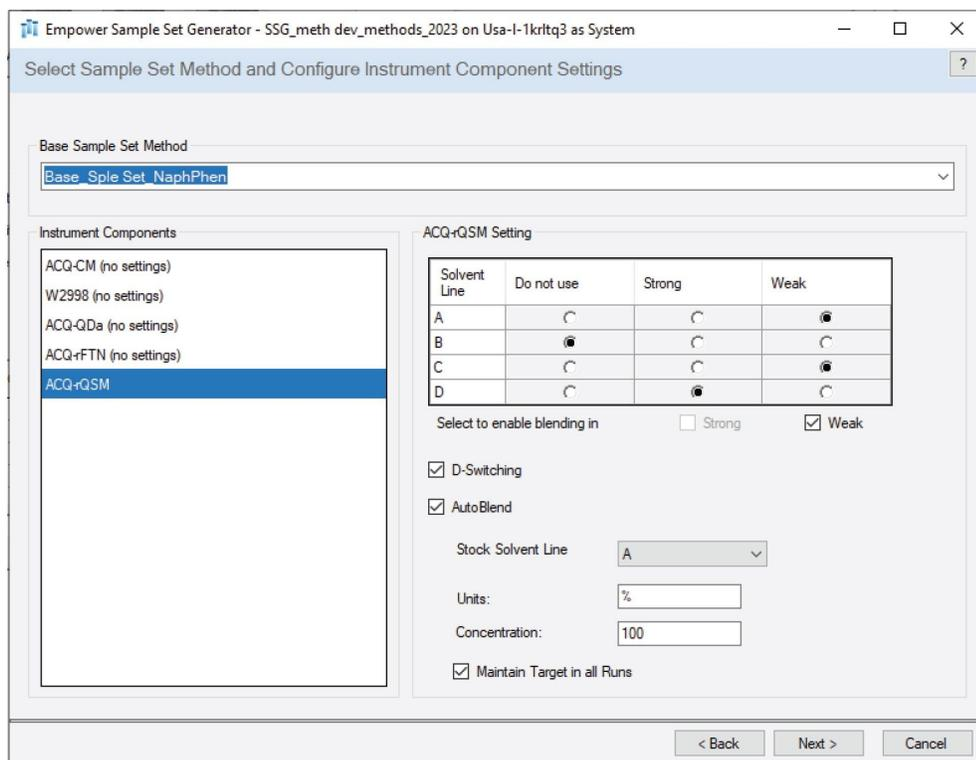

図 2. Empower SSG。ベースになるサンプルセットメソッドを読み込み、必要に応じて装置コンポーネントの設定を行います。ACQUITY rQSM ポンプの設定：強溶媒ラインと弱溶媒ライン、強溶媒用の D 切り替え、ストック溶媒ライン A との AutoBlend。
- メソッドセットと、この分析のためのシステム構成の装置メソッドが含まれているベースとなるサンプルセットメソッドを、Empower プロジェクトから Empower SSG にロードする（図 2）